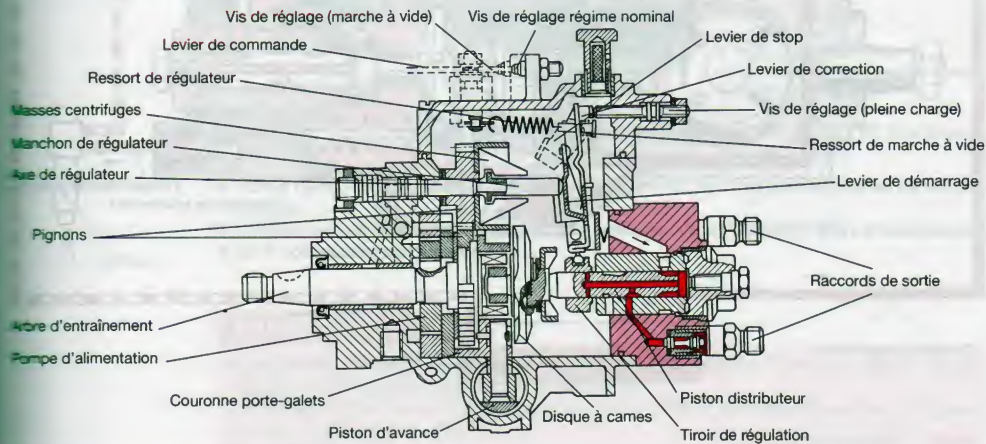

Figure 56.3. Pompe d'injection distributrice Bosch, Type VE... F...
- un *régulateur centrifuge* surmultiplié entraîné par pignons avec amortisseur de vibrations (rapport 1,6) (fig. 56.3) ;
L'arbre d'entraînement actionne le piston distributeur par l'intermédiaire d'un croisillon et du disque à cames (fig. 56.3).